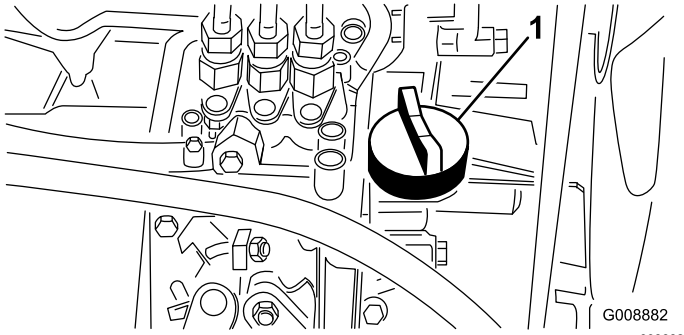

Bild 29
4. Entfernen Sie bei niedrigem Ölstand den Ölfülldeckel (Bild 29), gießen langsam kleinere Ölmengen ein und prüfen den Stand regelmäßig, bis die Voll-Markierung am Peilstab erreicht wird.